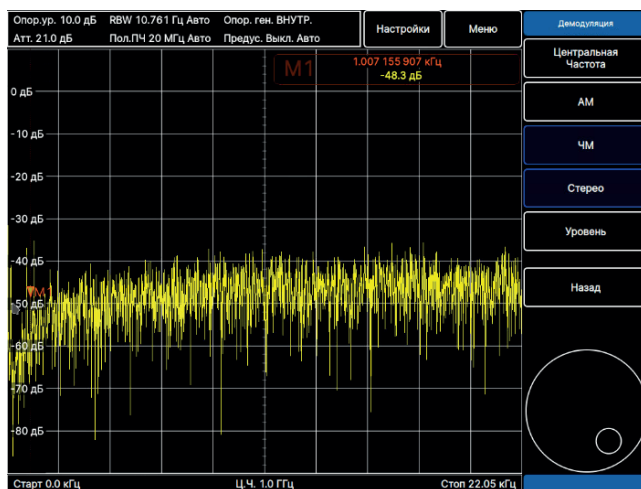

Рис. 34. Меню звуковых аналоговых демодуляторов
**Аудио / Audio** – звуковой демодулятор для аналоговых модуляций, доступен при наличии одной из опций: **AMFM / AMFM2 / AMFM3** (Рис. 34);